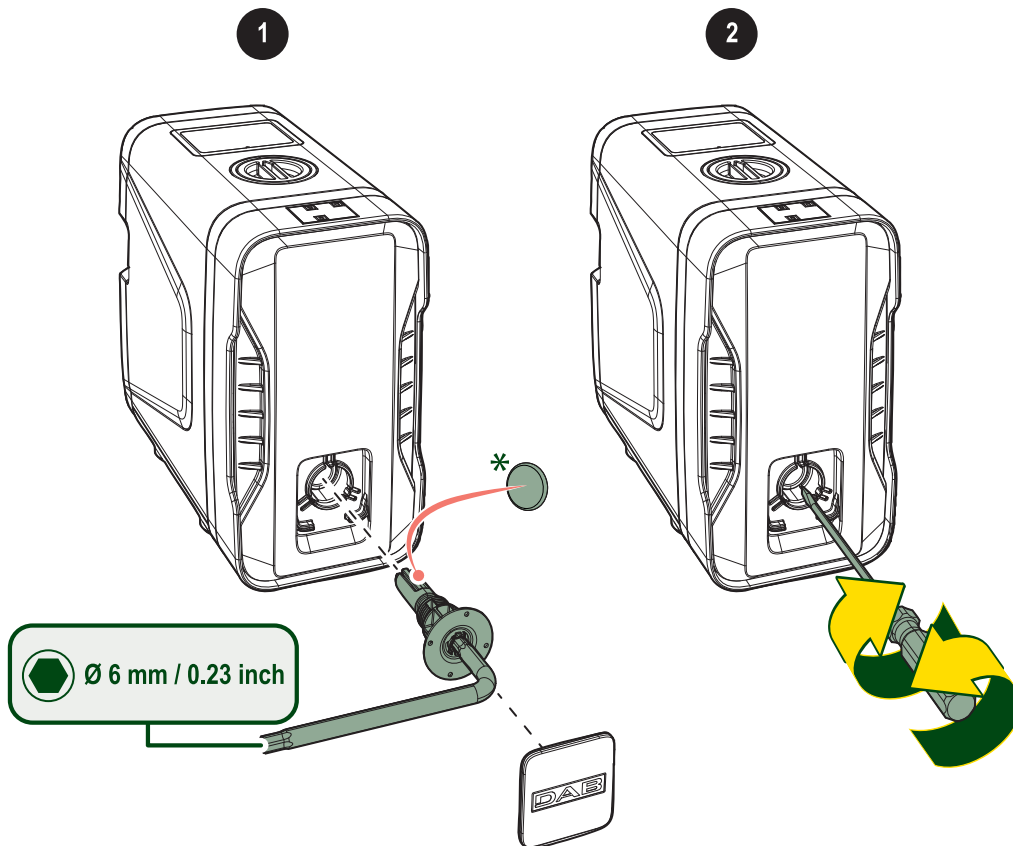

Fig. 21 Toegang tot de aandrijfas
- verwijder de toegangsplug van de aandrijfas met een inbussleutel van 6 mm (zie Fig. 21 Toegang tot de aandrijfas)